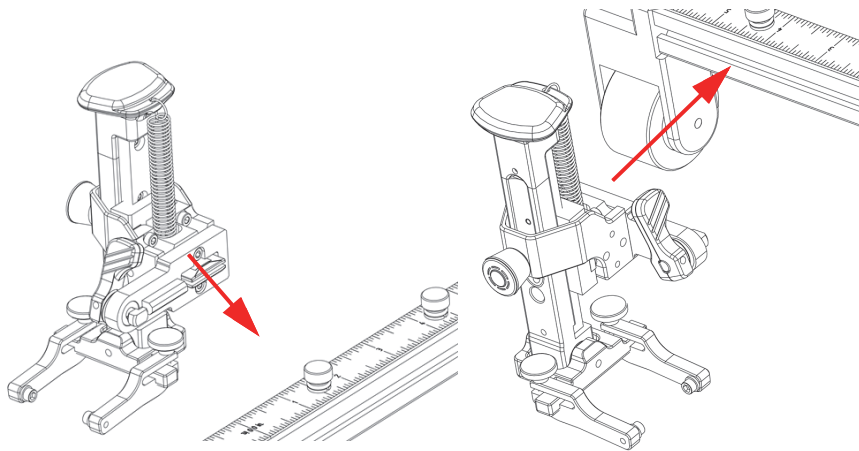

图 2-11 探头托架与导轨槽对齐
2. 将探头托架与导轨槽对齐，确保两者彼此平行（参见第43页的图 2-11）。